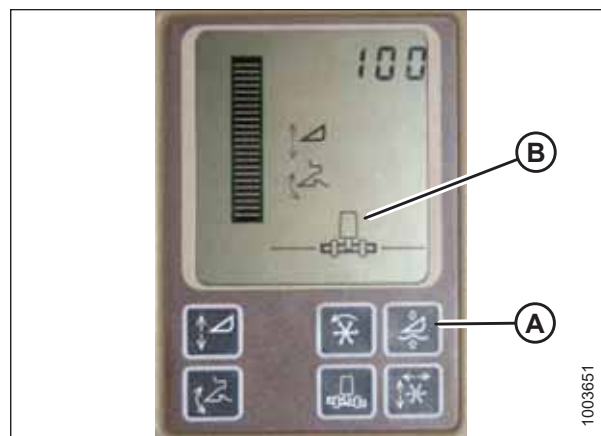

Figure 7.262: Affichage des moissonneuses-batteuses John Deere
N'utilisez **PAS** la fonction de flottement de plateforme active (A) en combinaison avec le contrôle de hauteur automatique de la plateforme (CHAP) MacDon — les deux systèmes vont se neutraliser l'un l'autre. Le symbole de la plateforme (B) sur l'écran ne doit **PAS** être souligné d'une ligne ondulée et doit apparaître exactement comme indiqué dans l'affichage de la commande de la plateforme active à la figure 7.262, page 313.